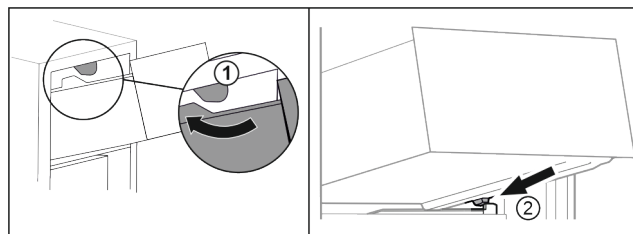

Fig. 22
- ▶ Ved'te zásuvku podél horních zářezek. Fig. 22 (1)
- ▶ Nasad'te zásuvku šikmo za dolní zářezky na žebrování na nádobu. Fig. 22 (2)